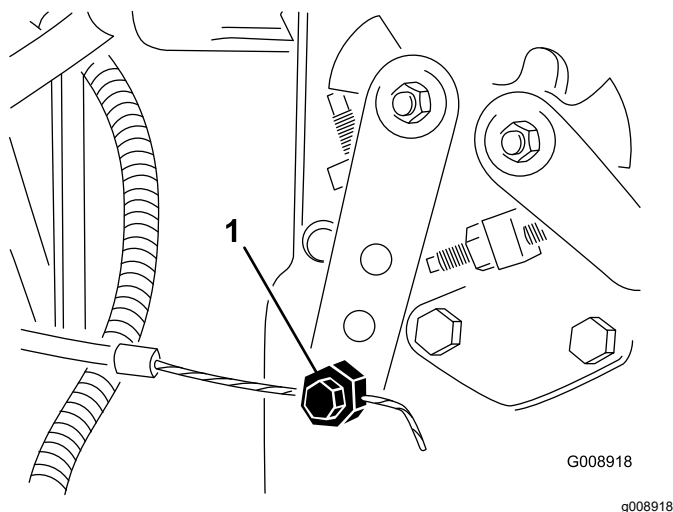

Figura 83
4. Allentate il raccordo del cavo dell'acceleratore sulla leva della pompa di iniezione (**Figura 83**).